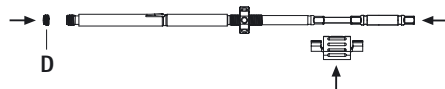

Fig. 12
- Introduzir a chave de parafusos no tubo interno, proteger com o espaçador e inserir o parafuso de travamento **D**, ver Fig. 12.